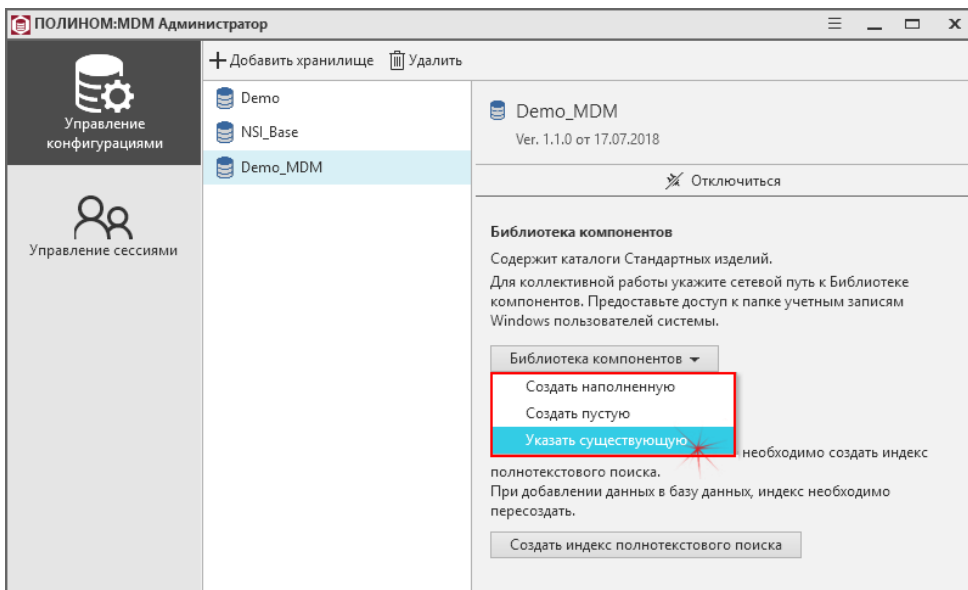

Рис. 3.50.
3. Нажмите кнопку **Библиотека компонентов** и выберите из раскрывающегося списка вариант **Указать существующую** (рис. 3.50).